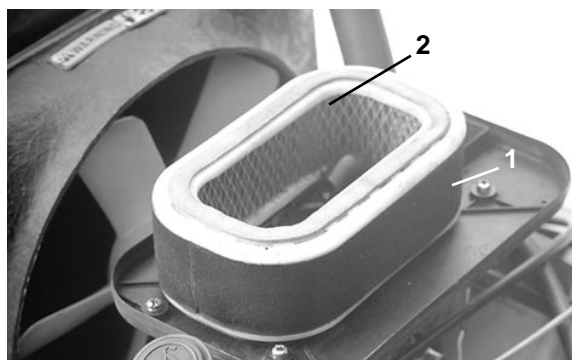

Figure 20
2. Si l'élément en mousse (Fig. 20) est sale, le retirer de l'élément en papier. Le nettoyer soigneusement.